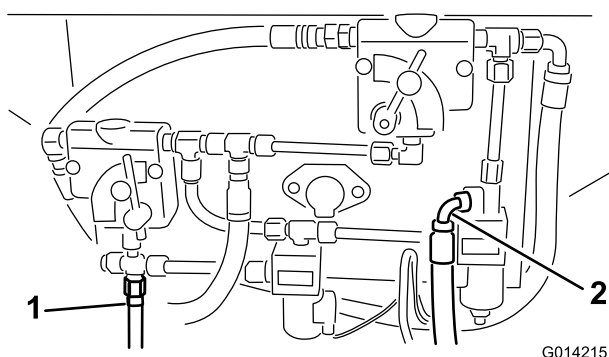
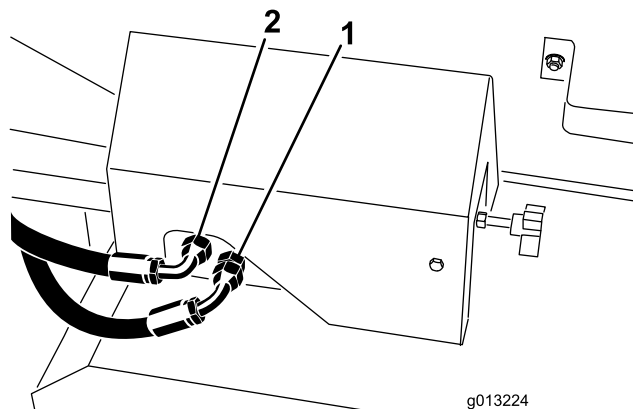
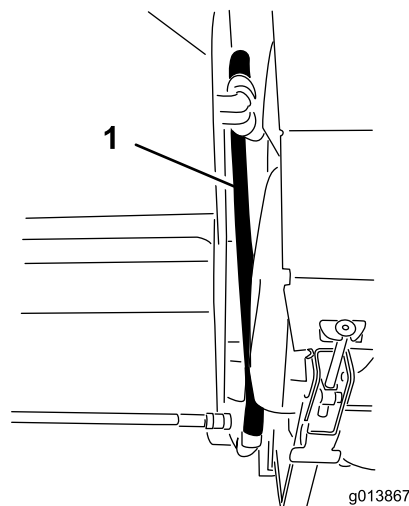
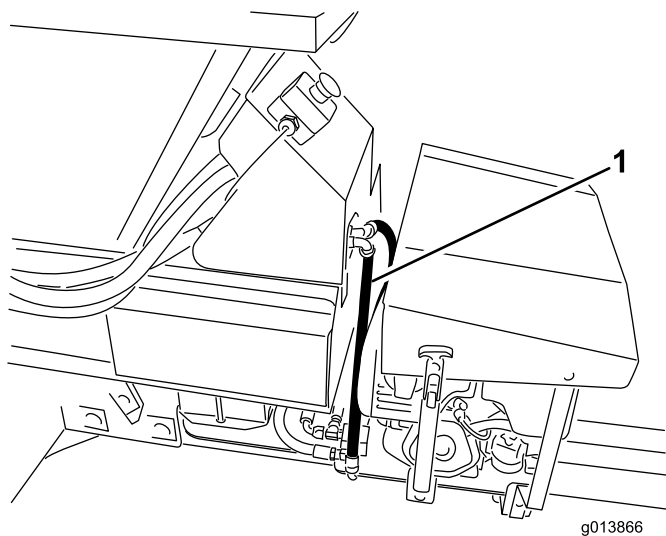

Figure 14
Figure 15
Figure 16
Figure 17
39. Identifiez les raccords de retour et de pression sur le modèle de base du ProPass. Reportez-vous à la Figure 14 pour les version SH et à la Figure 15 pour les versions EH.
40. Si des flexibles de pression et de retour sont installés aux emplacements indiqués à la Figure 14 et la Figure 15, déposez-les.
41. Branchez les flexibles hydrauliques au panneau de commande hydraulique. Reportez-vous à la Figure 14 et la Figure 16 pour les versions SH et à la Figure 15 et la Figure 17 pour les versions EH.